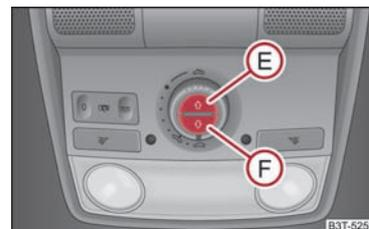

Abb. 45 Tasten für Sonnenschutzrollo
Sie können das Sonnenschutzrollo separat mit Hilfe der Tasten schließen bzw. öffnen ⇒ Abb. 45.
- Zum vollständigen Öffnen drücken Sie kurz die Taste **(E)** ⇒ Abb. 45.
- Zum vollständigen Schließen drücken Sie kurz die Taste **(F)** ⇒ Abb. 45.
Für das Initialisieren des Sonnenschutzrollos drücken Sie den Schalter **F** ⇒ Abb. 45 für ca. 10 Sekunden.